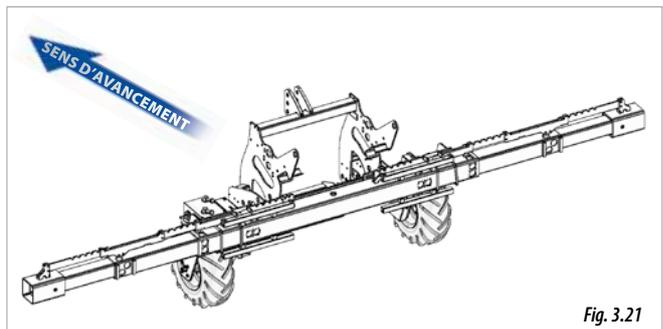

Fig. 3.21
- DOUBLE TÉLESCOPIQUE VARIANT (Fig. 3.21).